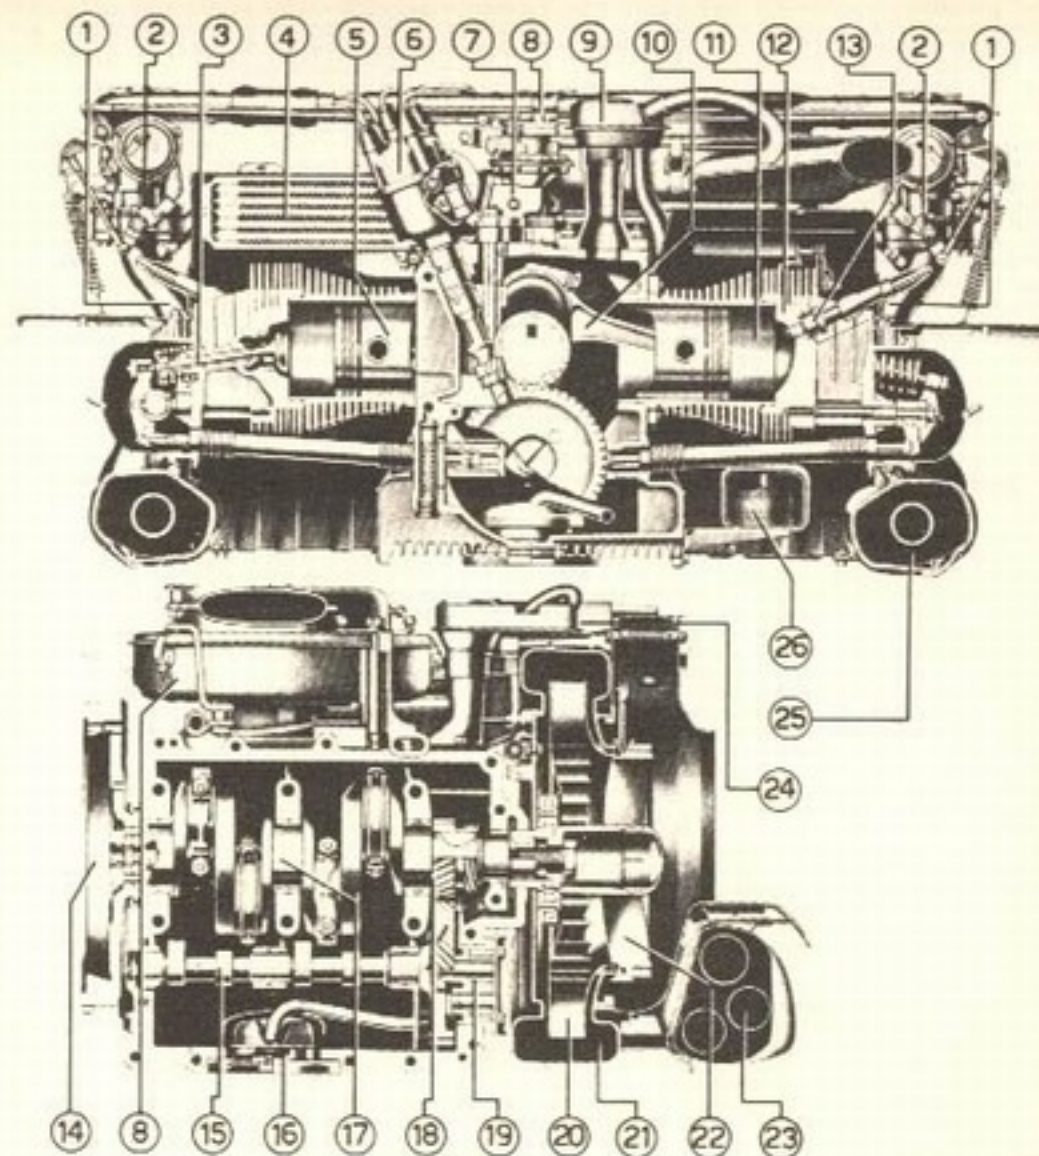

Fig. 1-V — O motor plano "1 600" visto em dois cortes
Denominado "motor plano" pela fábrica, o "1 600" que equipa a Variant é o típico motor VW de 4 cilindros horizontais opostos 2 a 2, refrigerado a ar, no qual foram modificadas certas partes externas tendentes a diminuir sua altura. Assim, o ventilador que, com sua carcaça contribuía sobremodo para aumentar a altura, foi montado na parte traseira da árvore de manivelas. O alternador, que substitui o dínamo, encontra-se montado na parte lateral do motor, acionado por uma correia pela polia da árvore de manivelas. O radiador de óleo, que se situa na posição vertical nos outros tipos de motores, passou para a posição horizontal (4, Fig. 1-V) e o sistema de alimentação, com dois carburadores e dois coletores de admissão curtos (1,2), contribuiu, não só para diminuir a altura do novo motor VW, como proporcionou um aumento de potência de 60 para 65 HP, conservando o mesmo consumo do "1 600": 11 litros por quilômetro, no plano, a 3/4 da velocidade máxima, em velocidade constante.
**Componentes do motor.** — Figs. 1 a 6-V e legendas.